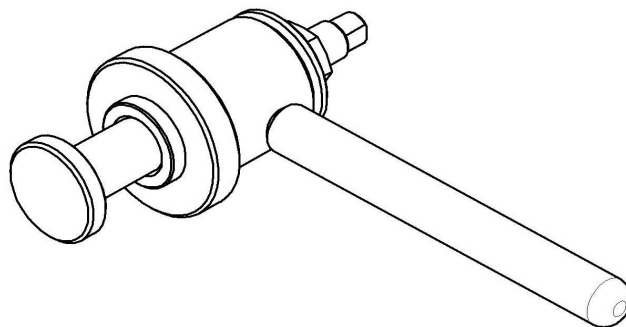

Рис.27 Приспособление для запрессовки манжет.
- используя приспособление для запрессовки манжет (см. рис.27) установить манжету 1;